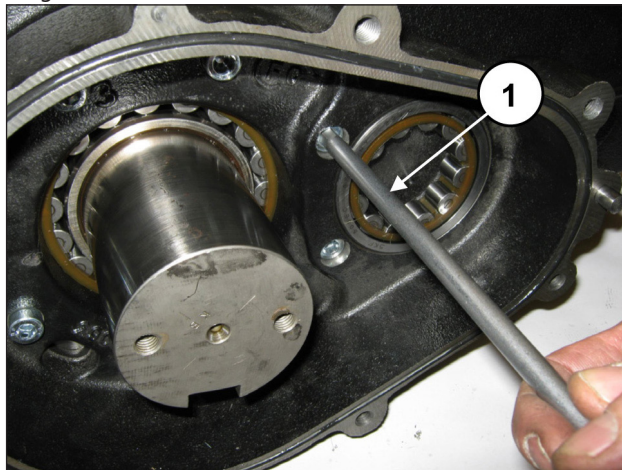
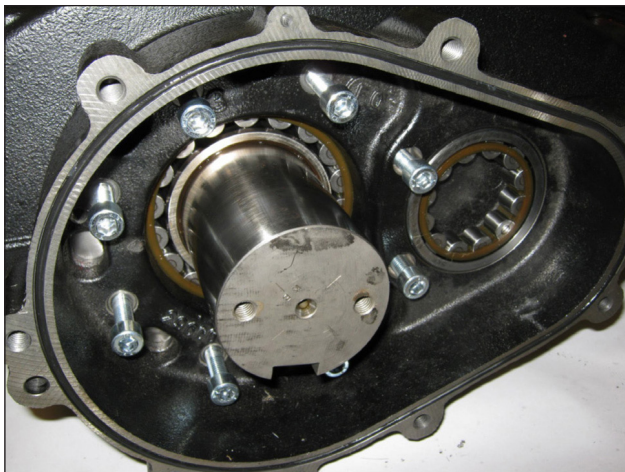

Fig. 21
Fig. 22
Svitare le viti di fissaggio della scatola riduttore (pos. ①, Fig. 21 e Fig. 22).